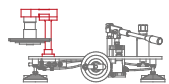

Рис.1 – стр.6
6. Для МГП-В установите кронштейн 10 (Рис. 1) на стойку ИПС, как показано на рис. 7, установите вакуумную ИПС. Подтяните данные соединения гаечным ключом с небольшим усилием, достаточным для их устойчивого положения.